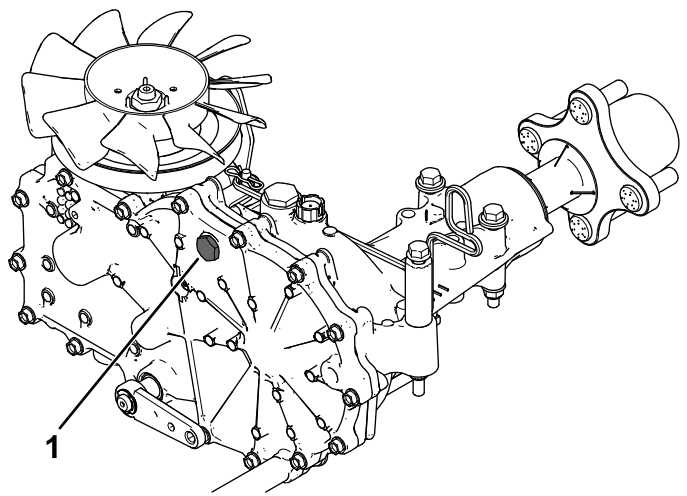
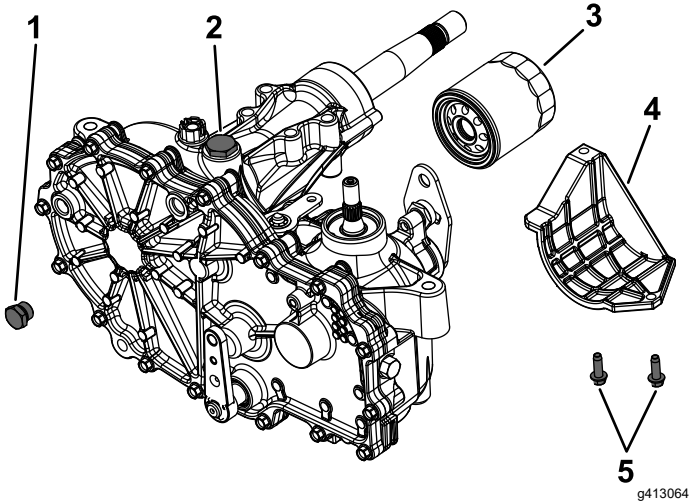

Figura 90
Figura 91
2. Retire el tapón del orificio superior del transeje en cada lado y asegúrese de que aparece fluido en la parte inferior del orificio superior de cada transeje (Figura 90).
Si es necesario, añada fluido hidráulico Toro® HYPR-OIL™ 500 a través del orificio de llenado hasta que aparezca fluido en la parte inferior del orificio superior de cada transeje (Figura 90 y Figura 91).
- Localice el filtro y los protectores de cada sistema de tracción del transeje (Figura 91).
- Retire los 3 tornillos que sujetan el protector del filtro, y retire el protector (Figura 91).
- Retire el tapón del orificio superior (Figura 91) de los transejes izquierdo y derecho antes de llenarlos de aceite.
- Instale el tapón del orificio superior en cada transeje cuando el nivel de aceite llegue a este orificio (Figura 91).